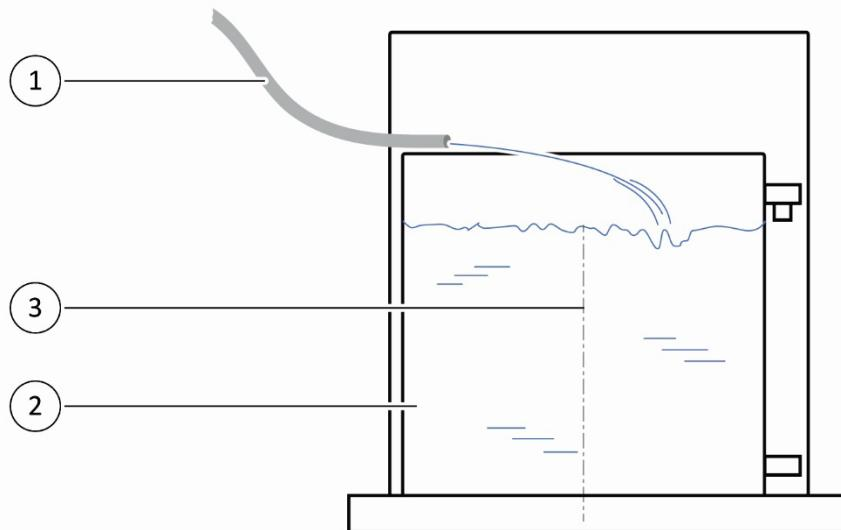

Bild 23: Funktionsprüfung Wasserdruck des Umlaufkühlers
4. Halten Sie das freie Schlauchende waagerecht an den Rand des Tanks (► Bild 23).